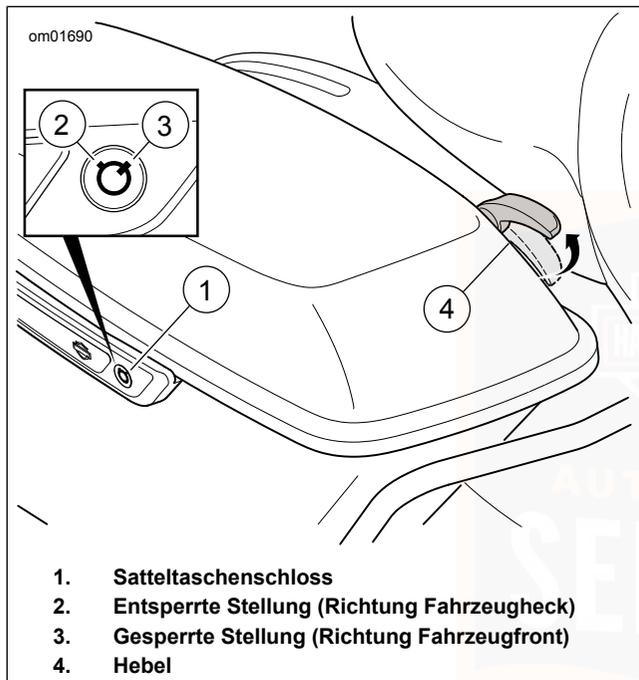

Abbildung 37. Satteltasche
1. Siehe Abbildung 37. Das Satteltaschenschloss mit dem Zündschlüssel entriegeln.
1. Siehe Abbildung 37. Den Satteltaschendeckel zuklappen.
1. Siehe Abbildung 37. Die Satteltasche öffnen.